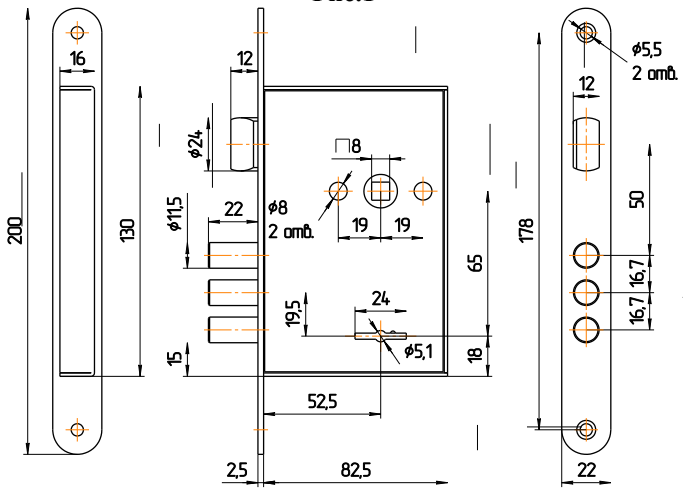

Рис.2
5.1. Произвести разметку и выполнить на полотне двери гнездо для корпуса замка, отверстия для ключа, для стержня ручек фалевых и крепежа, а в дверной коробке – отверстия для пальцев засова и защелки (см. рис.2).